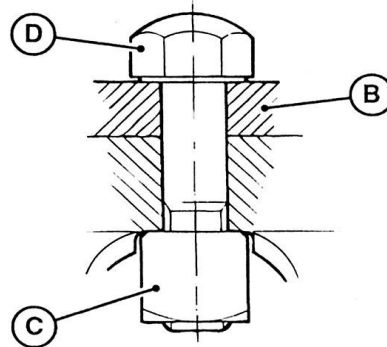

Fig. 28 Seção transversal do parafuso da placa de base
O torque de aperto para os parafusos da placa de base deve mostrar um valor de 747 Nm a 877 Nm. Verifique o torque de aperto com uma chave de torque. Se uma ou mais placas de base (B) na Fig. 28 tiver de ser substituída em conjunto com os parafusos correspondentes (C) e (D), na Fig. 28, os parafusos devem ser cuidadosamente lubrificados e apertados com os valores indicados na coluna "lubrificado"